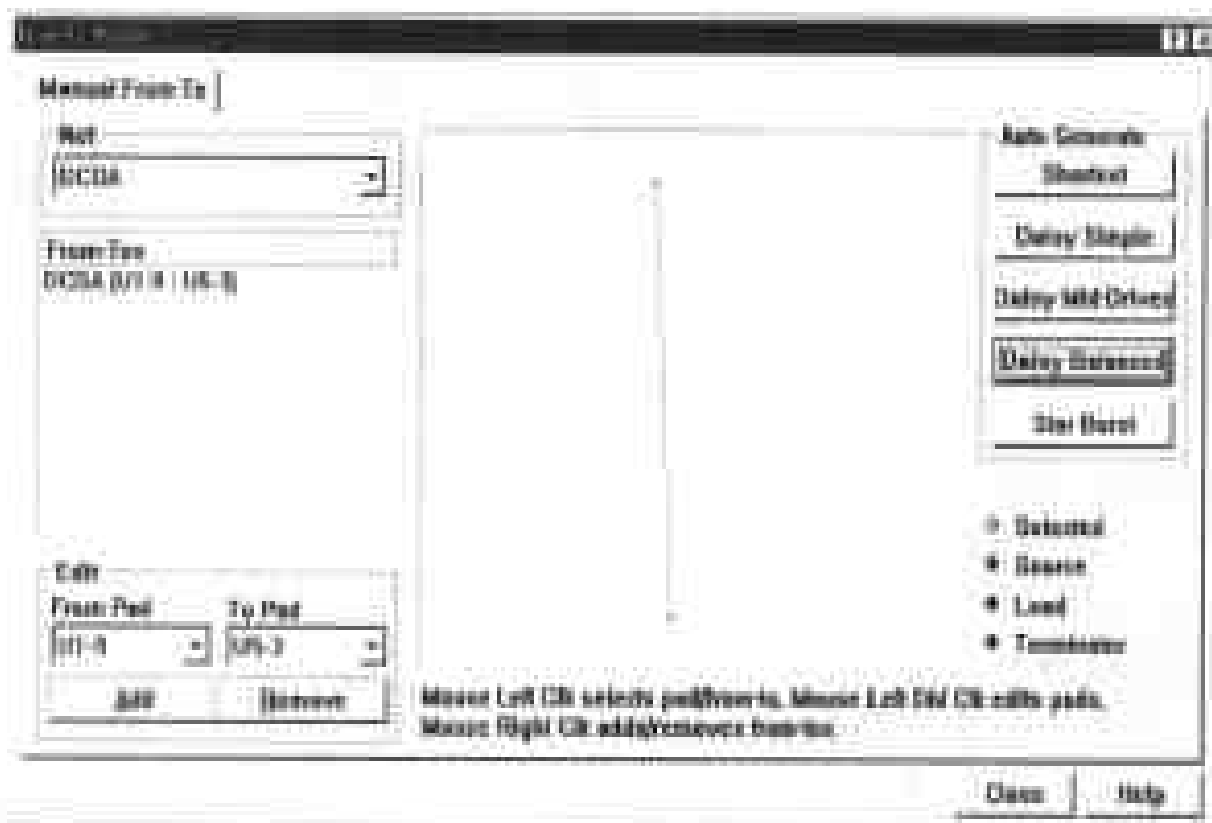

图 5-29 飞线编辑器
(1) 用主菜单启动。选择主菜单栏的菜单项 **Design\From-To Editor**, 即可打开飞线编辑器, 如图 5-29 所示。
(2) 用快捷键启动。在 PCB 设计窗口下, 从键盘上依次击键 D、F 即可, 如图 5-29 所示。
(6) 颜色提示区域。在图5-29飞线编辑器的右下角有4个提示灯,如图5-40所示。